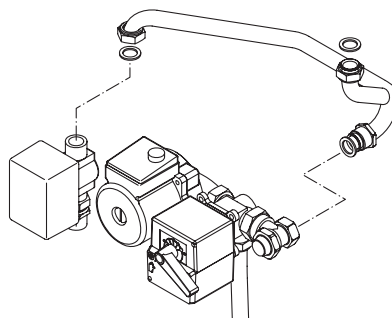

fig. 5-8
- Nella dotazione del modulo e' compreso il tubo di mandata e va montato come indicato in fig. 5-8.
- montare a pressione i magneti (vedere fig. 5-8)